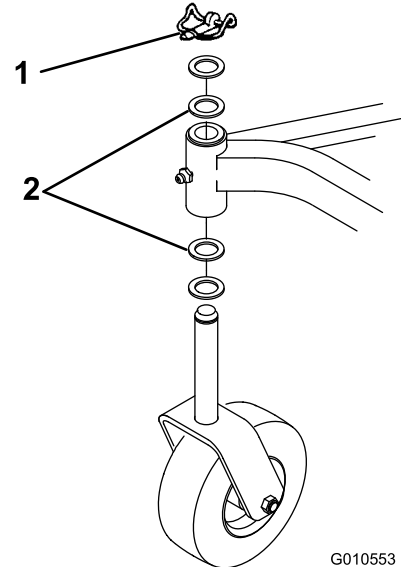

Bild 18
4. Stecken Sie einen Dorn oben oder unten in das Befestigungsrohr und treiben die Büchsen heraus (Bild 18). Treiben Sie dann die andere Büchse aus dem Rohr heraus. Reinigen Sie die Innenseite des Befestigungsrohrs.